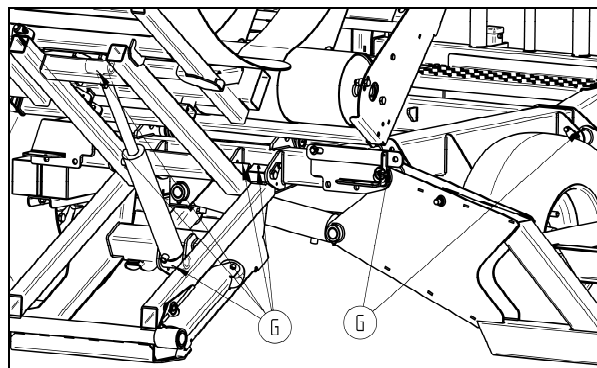

fig. 31 – Points de lubrification
- La lubrification de la chaîne de transmission du berceau (fig.31, P)
- Effectuer une complète opération de graissage de tous les points indiqués avec l'adhésif «Graisseur» et de tous les points exposés à friction (fig.31 e 32, G).
- Graisser les pivots indiqués avec la lettre O sur la fig. (fig.31 et 32, O).